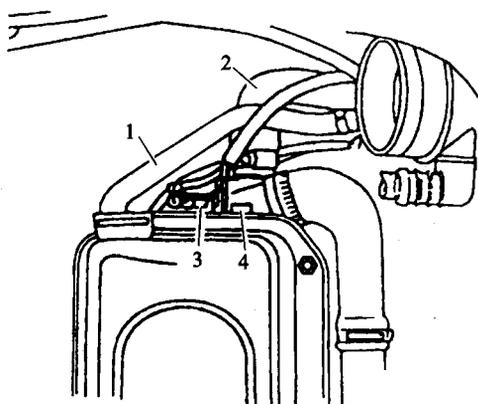

图 1-5 拔下气缸盖通向暖风热交换器的冷却液管
16) 拔下气缸盖通向暖风热交换器的冷却液管,如图 1-5 所示。